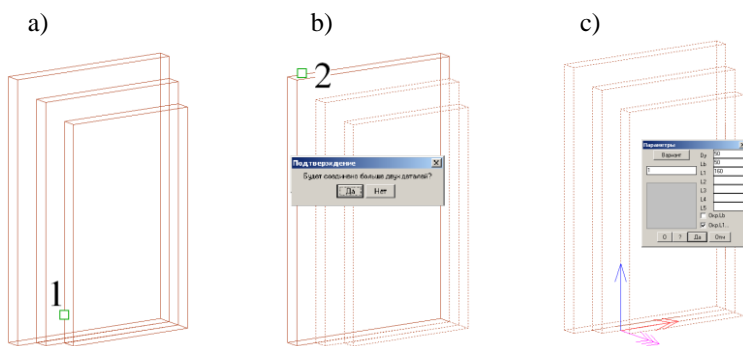

Рис. 3.70 Установка шкантов на три детали
**Точка / Базовое ребро:* Указать базовое ребро одной из внешних деталей, см. рис. 3.70 а). Указанное ребро должно принадлежать смежной плоскости первой и второй детали.
**Дальше / 2-я деталь:* Указать вторую внешнюю деталь, параллельную первой указанной, см. рис. 3.70 б).